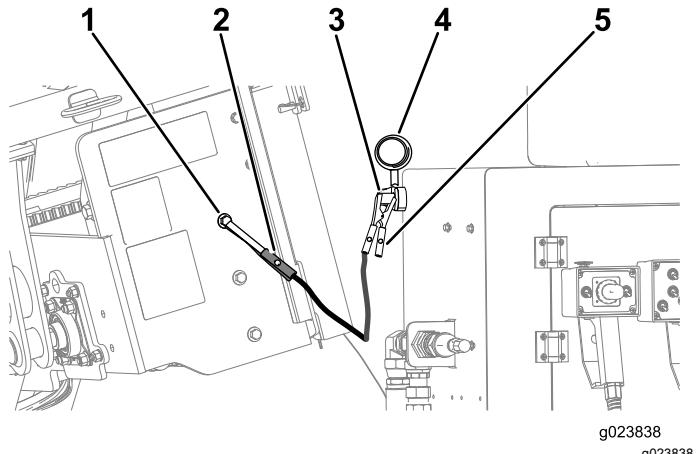

Figura 101
- Retire a tampa do terminal auxiliar (Figura 101).
- Conekte o cabo de "chupeta" positivo (+) ao terminal auxiliar (Figura 101).
- Conekte o cabo de "chupeta" negativo (-) a um ponto de aterramento, como um parafuso não pintado ou perfil do chassis (Figura 101).
- Quando o motor funcionar, solicite à outra pessoa desconectar o cabo de chupeta negativo (-) da estrutura e em seguida desconectar o cabo de chupeta positivo (+) (Figura 101).